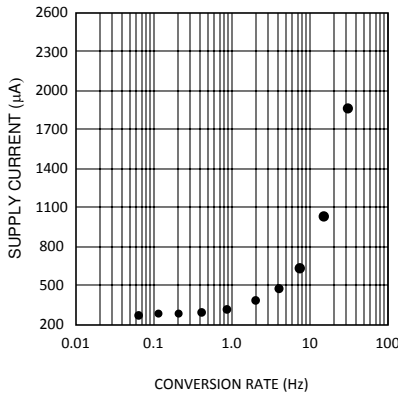

図 6-1. 電源電流と変換レートとの関係
LM64 では、ローカル温度 (LT) およびリモート温度 (RT) の変換、すべてのレジスタの更新に約 31.25ms を要します。変換レートは、変換レートレジスタを使用して変更できます。変換レートを変更すると、変換と次の変換との間に遅延が挿入され、実際の変換時間は 31.25ms のままになります。図 6-1 に示すように、変換レートによって、LM64 が引き込む電源電流の量は異なります。